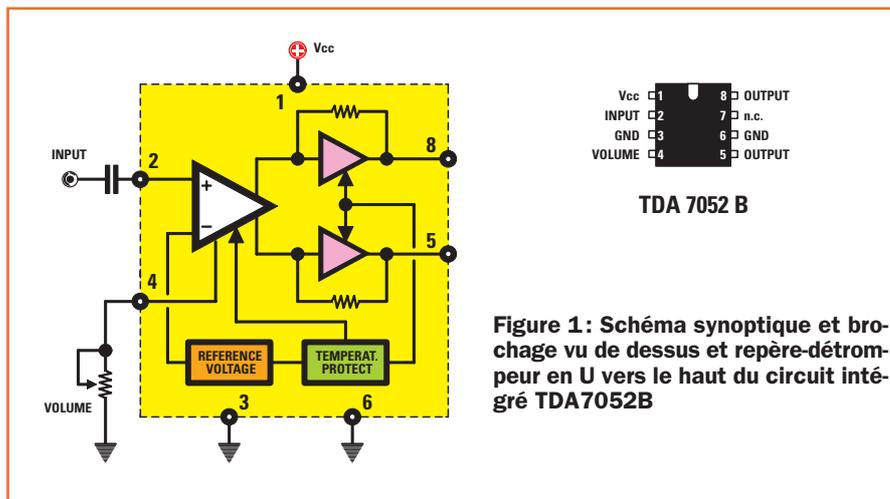

Figure 1: Schéma synoptique et brochage vu de dessus et repère-détrompeur en U vers le haut du circuit intégré TDA7052B
- un circuit intégré IC1 TDA7052B (voir figure 1) utilisé comme amplificateur BF (pour la modulation),